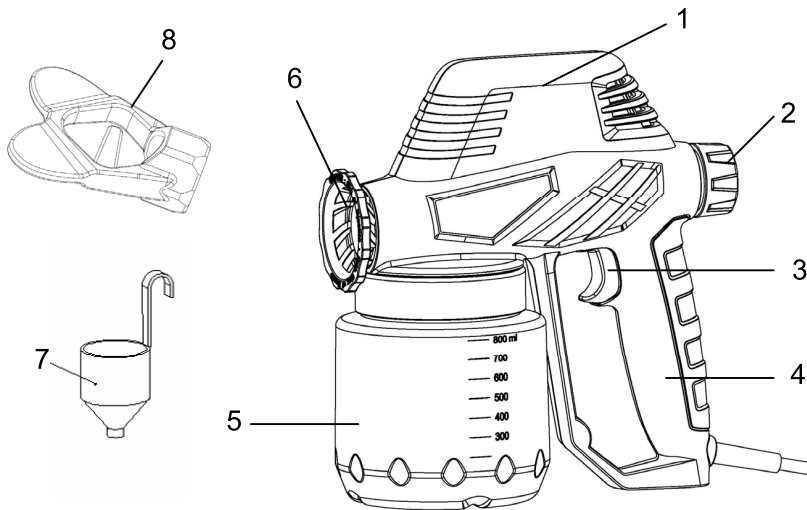
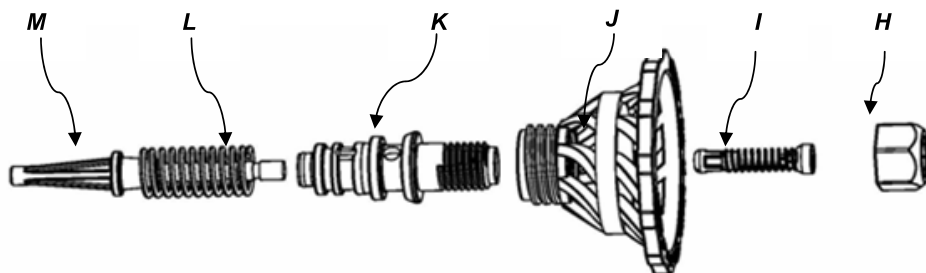

Рис. 1
Рис. 6
Проведите пробное окрашивание, например, на картоне, чтобы убедиться, что краска имеет оптимальную вязкость и правильно настроен расход краски из распылительного сопла. Для регулировки расхода краски используйте регулятор расхода краски (поз. 2, рис. 1). Поворачивайте регулятор по часовой стрелке для уменьшения, и против часовой стрелки для увеличения расхода краски.
1. Ключом (поз. 8, рис. 1) открутите сопло (Н, рис. 6)
2. Выньте клапан (I) и открутите дефлектор сопла (J)
3. Извлеките из краскопульта узел насоса, напорный цилиндр (K), поршень (M) и пружину (L). Очистите и смажьте маслом эти детали. При необходимости замените клапан (I)